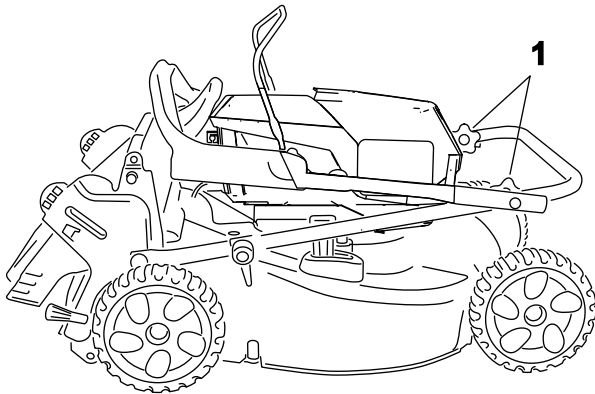

Figur 20
1. Fjern den elektriske start-knappen (Figur 20).